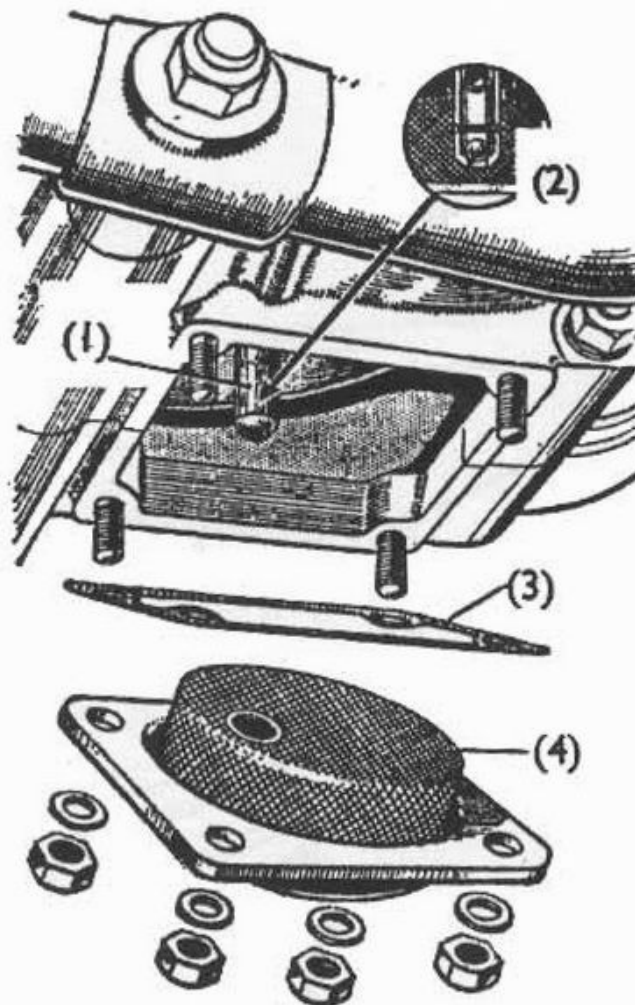

Fig. 2. Filtro del carter e valvola a sfera della pompa.
L'olio, in seguito, passa attraverso un secondo filtro a reticella e si porta al fondo del carter (Fig. 2) ad una piccola coppa, dalla quale viene prelevato da una seconda serie di ingranaggi della pompa, attraverso la valvola a sfera, (Fig. 2), e riportato al serbatoio. Togliendo il tappo di rifornimento quando il motore è in marcia, l'olio di recupero è visibile mentre fuoriesce dal tubo (Fig. 1). L'olio, probabilmente, contiene bollicine d'aria; questo comunque non deve allarmare, inquantochè è una condizione normale, dovuta alla maggior capacità della pompa di recupero. **Qualora non si notasse flusso d'olio dal tubo, arrestare immediatamente il motore e analizzare la causa del difetto** (vedasi "Valvola a sfera della pompa", pagina 12).
Quando si smonta il filtro del carter per la pulizia, verificare la valvola a sfera (C) Fig. 2, inserita nel tubo di aspirazione della pompa. La sfera deve potersi muovere con libertà nella sede; questo si verifica inserendo un filo metallico nell'orifizio della valvola. Se la sfera è bloccata nella sede, impedisce il ritorno dell'olio al serbatoio. D'altra parte, se si nota un eccessivo volume d'olio nel carter a seguito, per esempio, di una fermata prolungata, questo può essere causato dalla sfera che non appoggia debitamente sulla sede, per via della presenza di sostanze estranee, e lascia che l'olio passi al carter, attraverso la pompa.